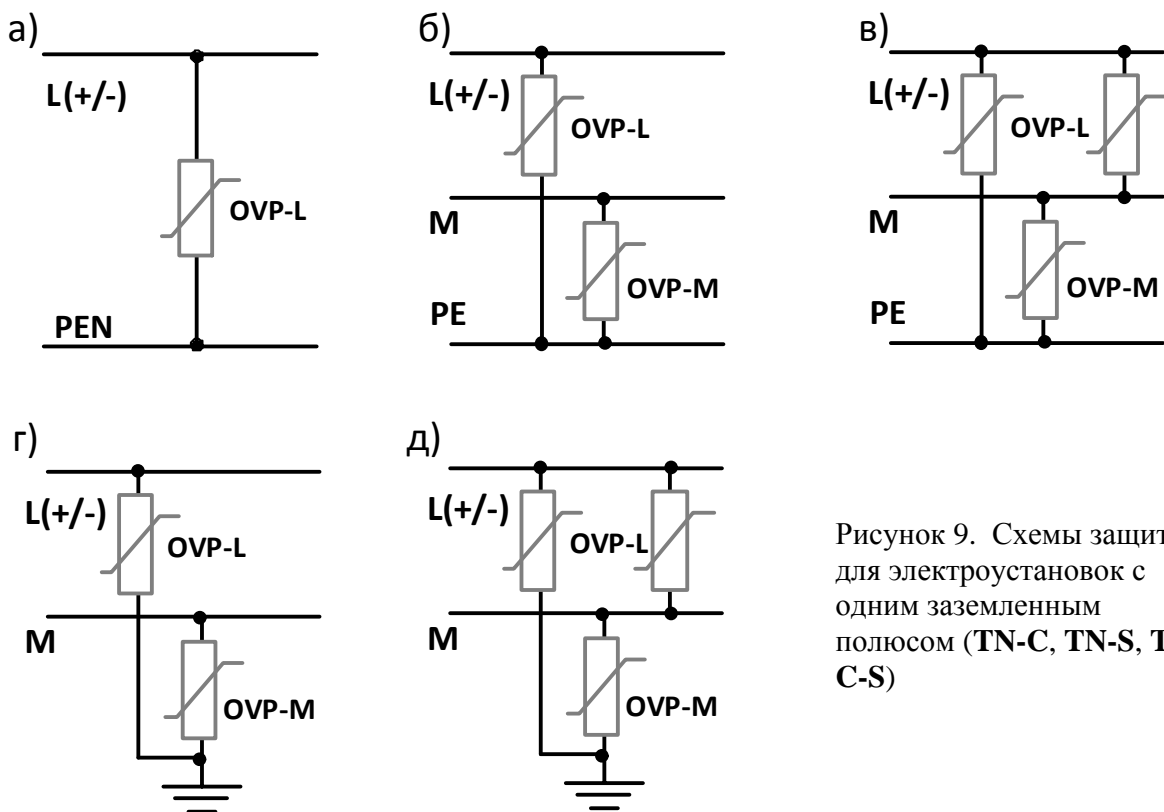

Рисунок 9. Схемы защиты для электроустановок с одним заземленным полюсом (TN-C, TN-S, TN-C-S)
- электроустановка **TN-C** защита от синфазной помехи (см. рис. 9а);
- электроустановка **TN-S** или **TN-C-S** (после разделения проводников **M** и **PE**), защита от синфазных помех (см. рис. 9б);
- то же, защита от синфазных помех и дифференциальных помех (см. рис. 9в);
- электроустановка **TN-S** или **TN-C-S**, использование защитного заземления, электрически не связанного с нулевым рабочим проводником или изолированной системы уравнивания потенциалов, защита от синфазных помех (см. рис. 9г);
- то же что и в **рисунке 9г**, защита от синфазных помех и дифференциальных помех (см. рис. 9д).